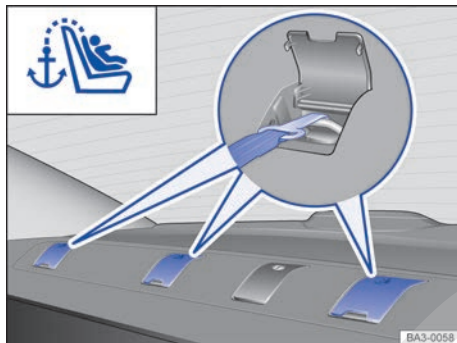

Fig. 61 En la bandeja situada detrás del asiento trasero: argollas de sujeción para el cinturón Top Tether (berlina).
- *Berlina*: Levante la tapa de la argolla de sujeción correspondiente situada en la bandeja que hay detrás del respaldo del asiento trasero → fig. 61.
- *Berlina*: Enganche el cinturón de fijación superior del asiento para niños en la argolla de sujeción correspondiente, marcada como Top Tether, situada en la bandeja que hay detrás del asiento trasero → fig. 61.
- Guíe el cinturón de fijación superior del asiento para niños hacia atrás, en dirección al maletero, y engánchelo en la argolla de sujeción correspondiente marcada como Top Tether → fig. 61.